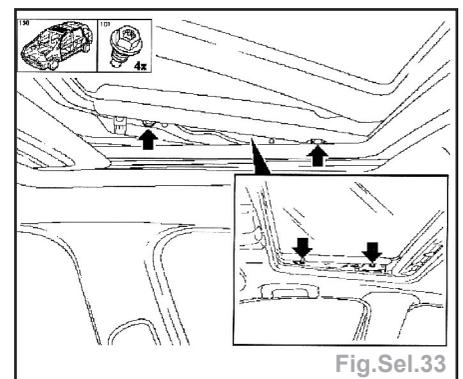

Fig.Sel.33
- Faire glisser le pare-soleil vers l'arrière (Fig.Sel.33).